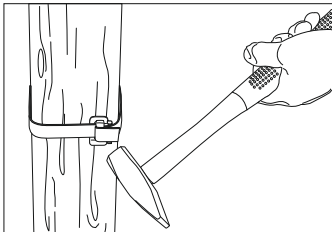
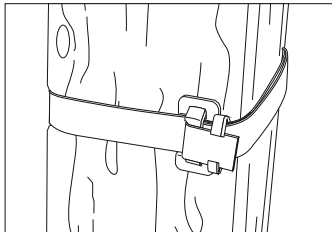

Рисунок 10
Рисунок 11
4.7 При помощи молотка загните оставшийся в скрепе кусок ленты (рисунок 10), а затем загните «усы» скрепы (рисунок 11).